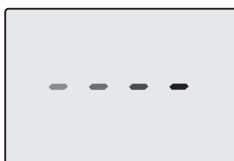
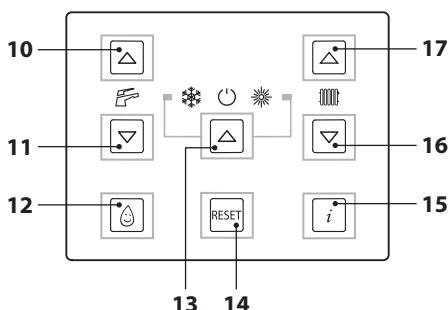

Рисунок 6.4
Рисунок 6.5
- Подключить котел при помощи двухполюсного выключателя, предусмотренного при установке. На ЖК-дисплее появится символ - - - - (последовательно загораются тире, символизирующие движение) (Рисунок 6.4).
- Нажать и удерживать в течение 2 секунд кнопку 13, пока на дисплее не появятся символы и , см. Рисунок 6.5.
- Выключить котел, нажав и удерживая в течение 2 секунд кнопку 13 (Рисунок 6.5), пока на дисплее не появится символ - - - - (последовательно загораются тире, символизирующие движение) (Рисунок 6.4).